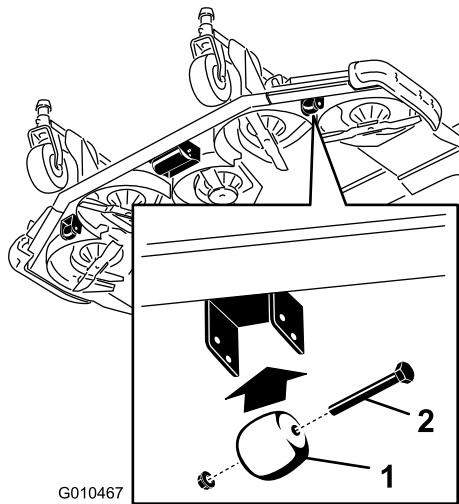

Рисунок 29
- Снимите винт и гайку крепления вала валика к кронштейну деки (Рисунок 29).
- Удалите болт и гайку, которые крепят копирующее колесо к кронштейнам деки газонокосилки (Рисунок 29).